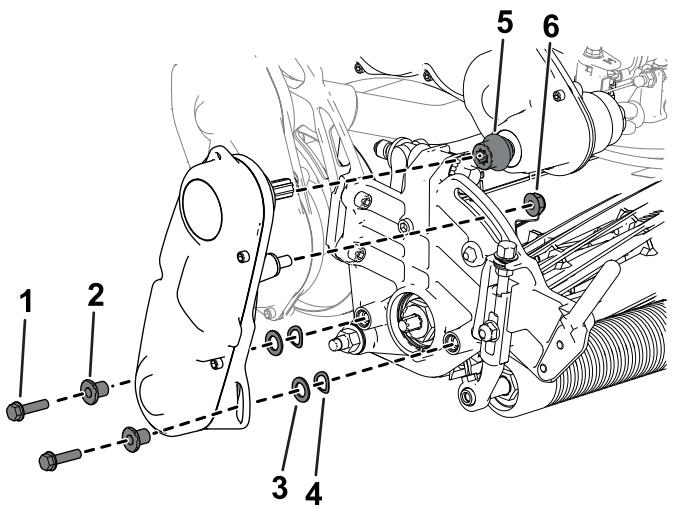

Figura 8
- D. Instale o acoplador no veio da transmissão (Figura 8).
- E. Utilize as ferragens previamente removidas para instalar o conjunto da transmissão do cilindro na unidade de corte (Figura 8).
- F. Certifique-se de que o acoplador (Figura 8) se pode mover facilmente para a frente e para trás no veio de transmissão.